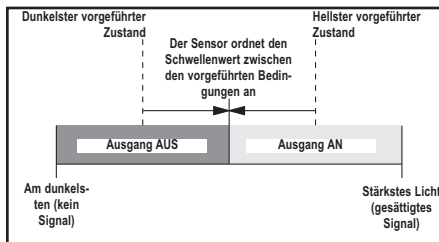

Abbildung 4. Dynamische TEACH-Programmierung (Hellschaltung dargestellt)
- TEACH-Programmierung während des Betriebs bei echten Erfassungsbedingungen, wobei die Hell- und Dunkelschaltungsbedingungen mehrfach erfasst werden und der Schwellenwert automatisch auf einen optimalen Pegel eingestellt wird (siehe Abbildung 4)